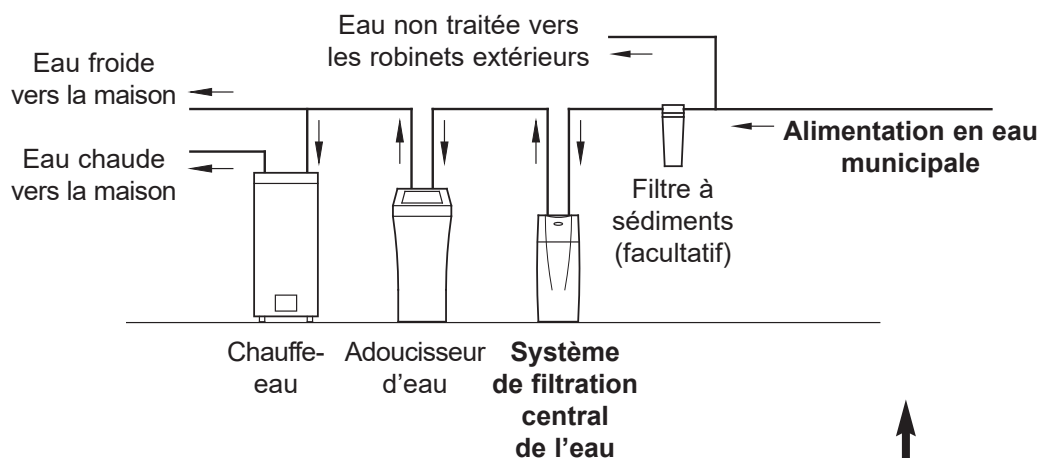
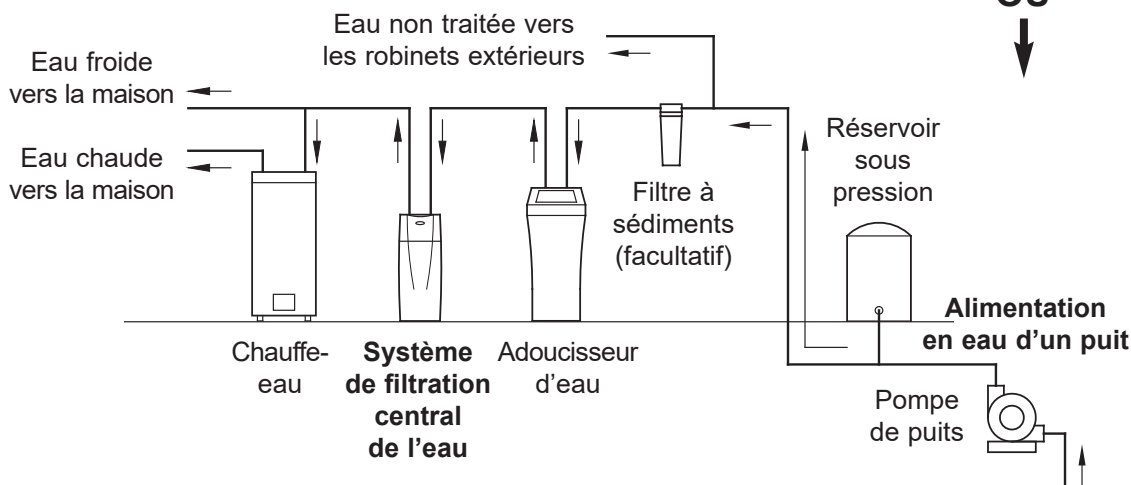

FIG. 3A
FIG. 3B
- Pour une maison avec l'alimentation en eau municipale, installez le système de filtration central de l'eau entre l'alimentation d'eau du domicile et l'adoucisseur d'eau, si un tel appareil est utilisé (voir la figure 3A). Si la maison a l'alimentation en eau d'un puit, inversez l'ordre du système de filtration central de l'eau et l'adoucisseur d'eau (voir la figure 3B).
- Ne pas effectuer le raccordement du système de filtration central de l'eau sur la conduite d'eau chaude (voir les figures 3A et 3B ci-dessous).